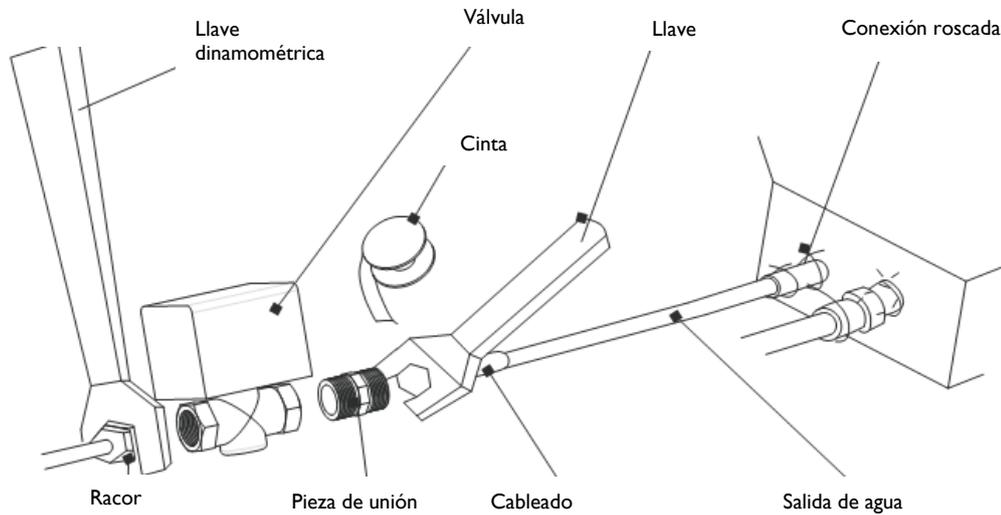

Fig. 16
- La instalación de la válvula motorizada debe hacerse de acuerdo a la Fig. 16. Durante la instalación hay que respetar el par de apriete máximo de 90 Nm mediante la utilización de una llave dinamométrica.